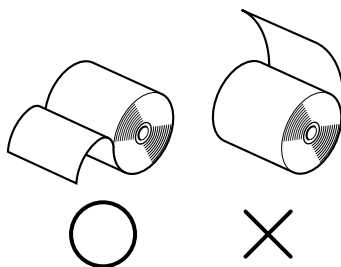

Fig. 5-13 Chargement du papier
- ② Coupez l'extrémité du papier perpendiculairement.
- ③ Vérifiez si l'imprimante est bien sous découpage.
- ④ En faisant attention au sens du rouleau, mettez le rouleau de papier en place dans le creux, comme indiqué dans la figure 5-13.